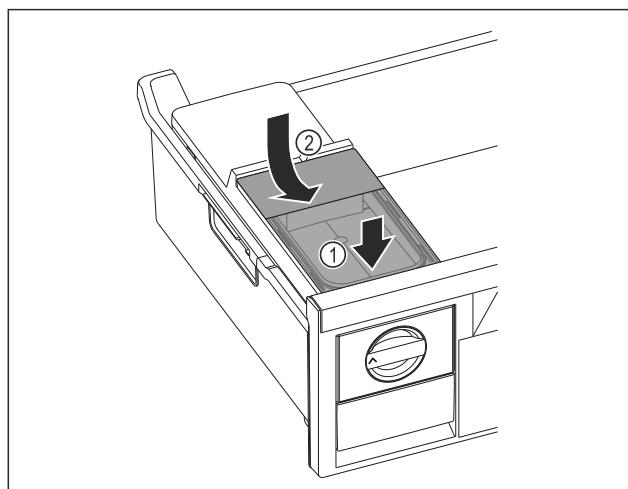

Fig. 181
- Установите бак для воды спереди. Fig. 181 (1)
- Опустите бак для воды сзади. Fig. 181 (2)